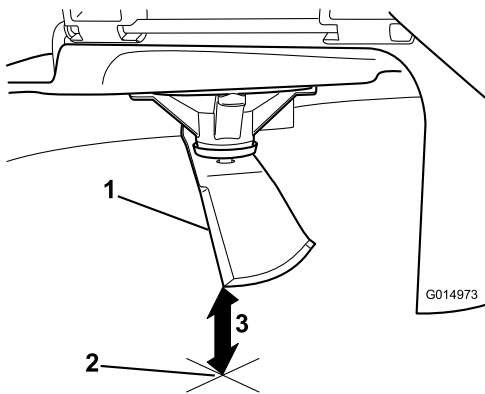

Figura 106
3. Mida desde la punta de la cuchilla hasta la superficie plana (Figura 106).